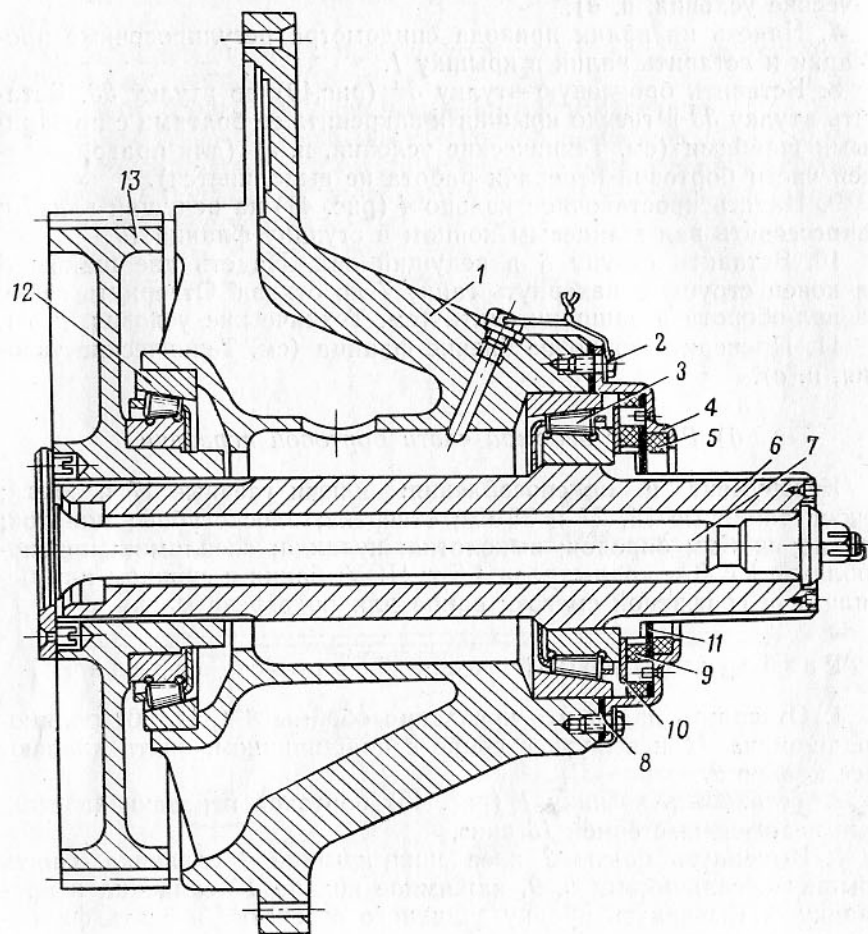
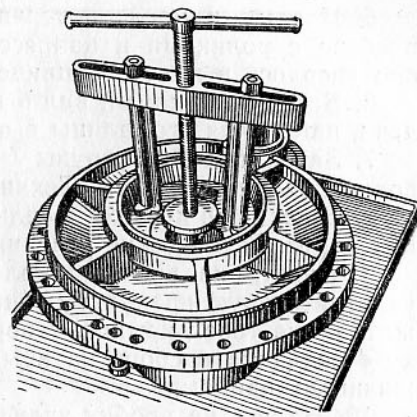

Рис. 43. Ведомая часть бортовой передачи:
Рис. 44. Установка приспособления УК-3А для выпрессовки наружных колец роликоподшипников из крышки бортовой передачи
2. Установить крышку 1 (рис. 43) бортовой передачи на стеллаж ведомой шестерней 13 вниз.
9. Установить (рис. 44) приспособление УК-3А и выпрессовать наружные кольца роликоподшипников 3, 12 (рис. 43) из крышки 1 бортовой передачи.